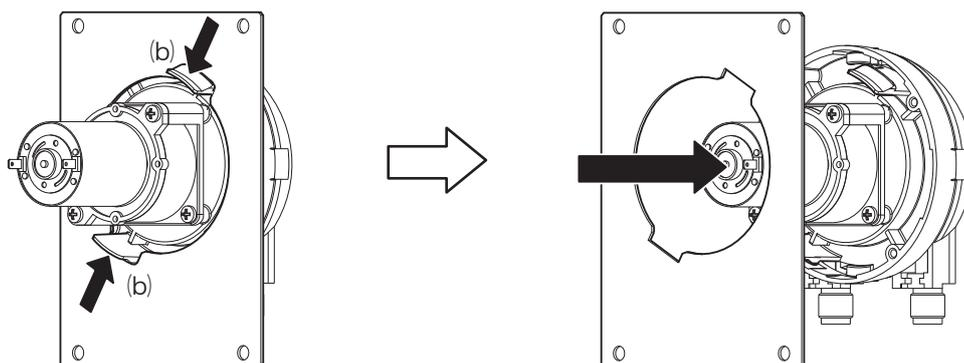

図3
- 図3の様にスナップ機構部の(b)を内側に押しながらポンプを引き抜きます。
正しくロックされると図3の様にカセットのくぼみとベースのマークが一致します。